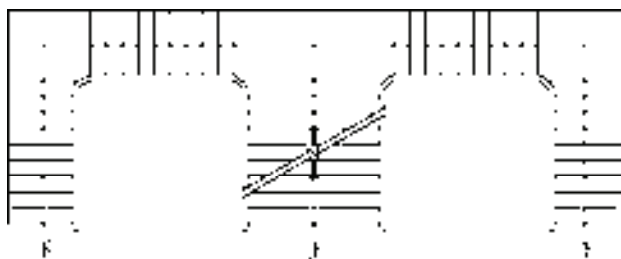

图 6-55 选择扶手
- 4) 重复上述操作, 继续执行连接扶手操作, 结果如图 6-55 所示。